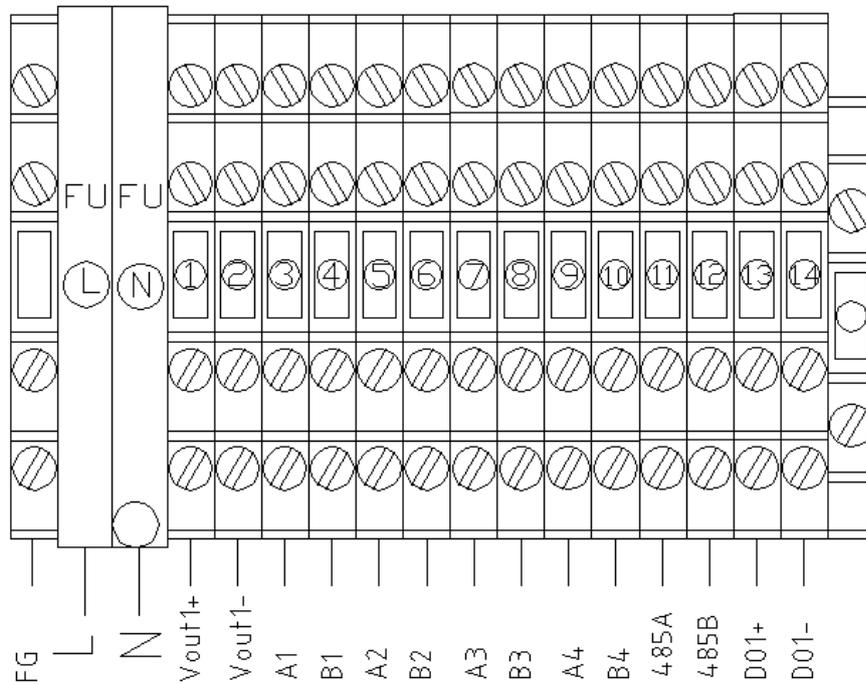

图 2
1) 中继器接线端子置于主机柜内，有 14 个单排接线端子，其端子接线图如图 2 所示。其中接线端子的接线方式是从上端接线，结合图示仔细接线。